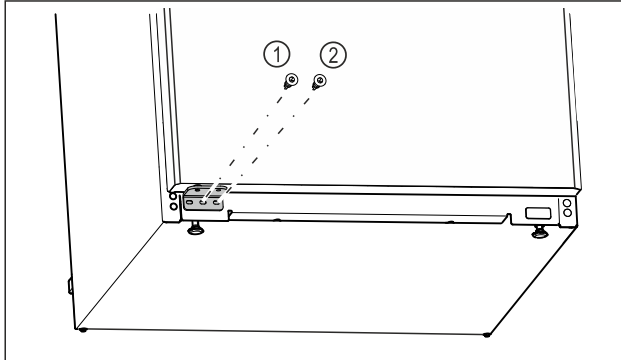

Fig. 26
- ▶ Shtërngoni vidën e mesit të bazamentit mbështetës Fig. 26 (1) me kaçavidë Torx 20.
- ▶ Shtërngoni vidën e brendshme të bazamentit mbështetës Fig. 26 (2) me kaçavidë Torx 20.